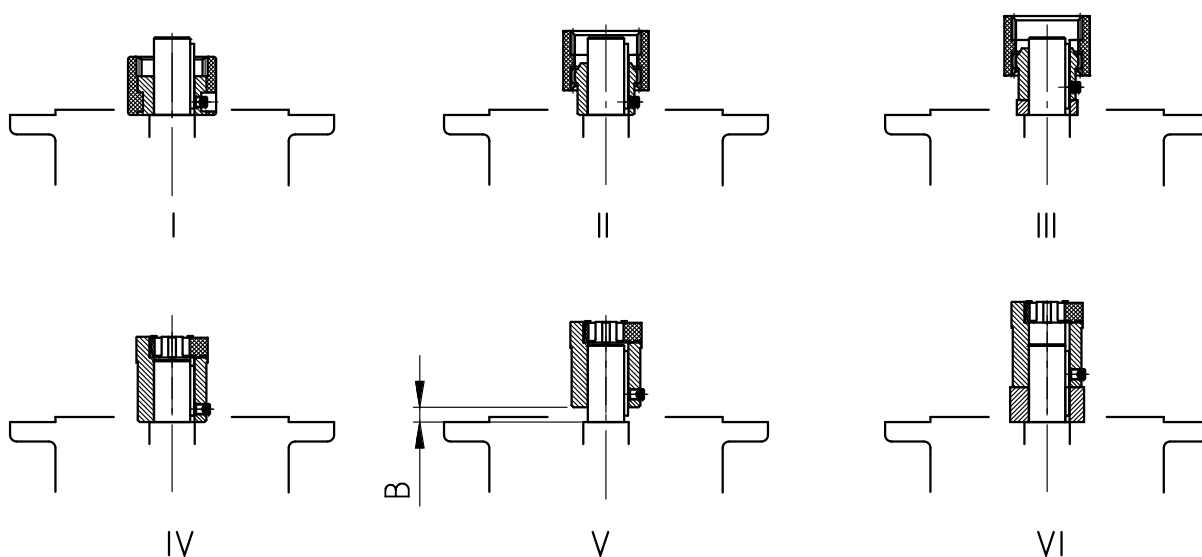

図 16: さまざまなカップリング構造におけるカップリングのモータシャフトへの取り付け
3. カップリングハーフをモータシャフト上に取り付け、モータの平行キーがカップリングハーフの溝の中にかみ合うようにします。モータメーカーの指示に従って、カップリングハーフを締め付けます。標準ヘリカルギヤユニットでは、カップリングハーフとカラーの間の寸法 B に注意してください ("図 16"を参照)。一部の **NEMA アダプタ**では、貼り付けられているラベルに記載の指示に従ってカップリングの位置を調整してください。
4. 同梱の平行キー (図 16: さまざまなカップリング構造におけるカップリングのモータシャフトへの取り付け"を参照) を取り付けます。
8. モータをアダプタに取り付けます。その際、付属のクラウンギヤまたは添付のギヤスリーブも取り付けます (図 16: さまざまなカップリング構造におけるカップリングのモータシャフトへの取り付けを参照)。アダプタ AN360TC および AN400TC では、最初にアダプタフランジをモータに固定してから、モータをアダプタにネジで止めます。